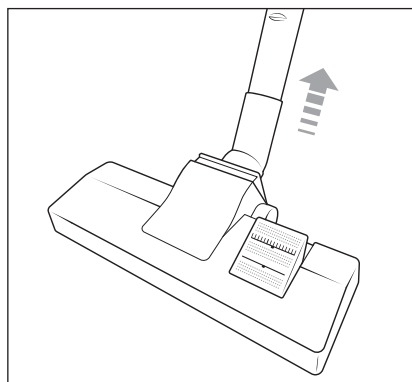

Fig. 7
- ◆ Para retirar a escova de chão **14** do tubo telescópico de aspiração **16**, puxe o tubo telescópico de aspiração **16**, soltando-o da escova de chão **14** (ver fig. 7).